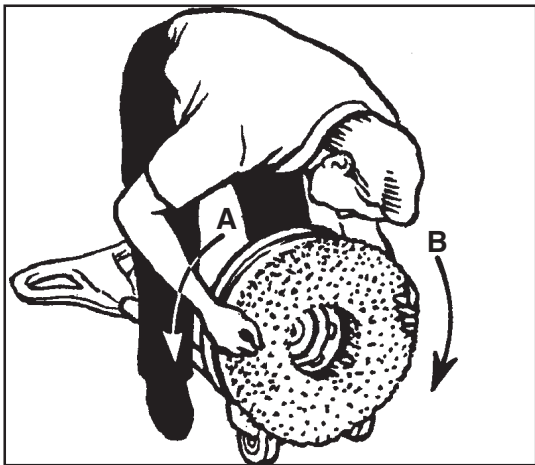

Figure 2
3. Tilt the machine backward until the handle is on the floor. See figure 2.
4. Put one foot on each side of the machine. See figure 2.
6. To lock the brush or pad into position, turn the brush or pad driver as indicated in figure 2 (A).
7. To unlock and remove the brush, turn the brush or pad as indicated in figure 2 (B).
3. Vuelque la máquina hacia atrás hasta que la tobera toca el suelo. (Véase fig. 2).
4. “Cabalgando” sobre la máquina (Véase fig. 2)
6. Fije el cepillo o el disco girando en el sentido de las agujas del reloj. Véase fig. 2 (A).
7. Para quitar el cepillo o el disco, desbloquee el accesorio girando en el sentido contrario de las agujas del reloj, pues sáquelo. Véase fig.2 (B).
3. Incliner la machine vers l'arrière jusqu'à ce que le timon touche le sol. (Voir fig.2)
4. En “chevauchant” la machine (Voir fig. 2)
6. Fixer la brosse ou le disque par pivotement dans le sens horlogique. Voir fig. 2 (A).
7. Pour déposer la brosse ou le disque, débloquent l'accessoire par pivotement dans le sens anti-horlogique, puis le retirer. Voir fig. 2 (B).